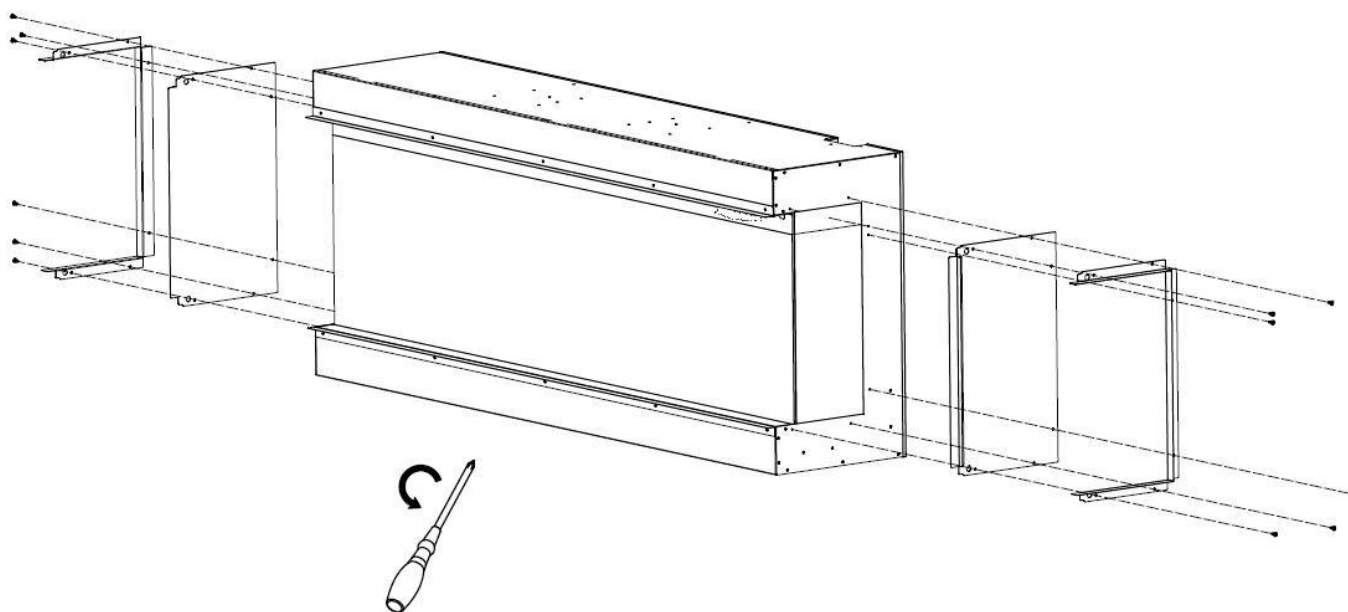

Fig.2-3
2. Remova as molduras e os painéis de proteção se quiser ver o fogo de três lados. Fig. 2-3